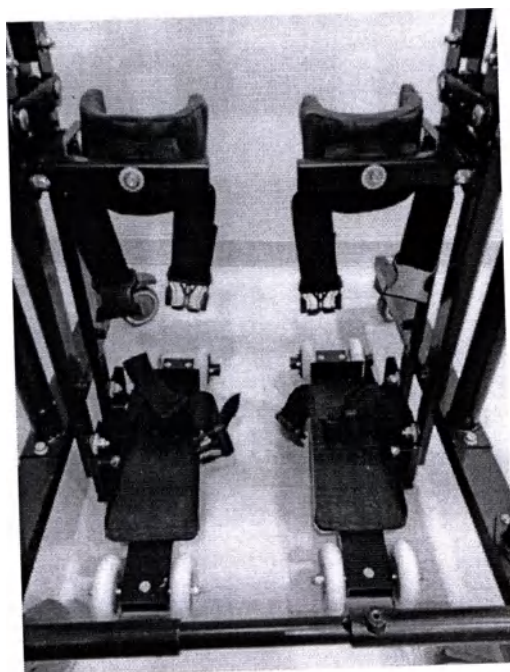

Рис.2
4.1.2 Коленопоры снабжены, ремнем фиксатором на защелке рис.2
4.1.3 Стоподержатели снабжены, ремнем фиксатором на защелке рис.2